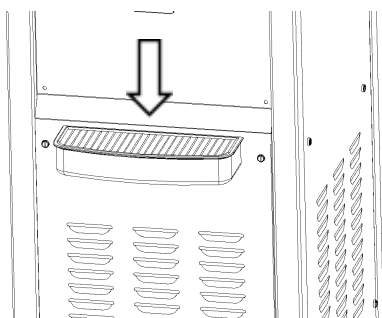

Figura 5-10
2. Instale la bandeja de goteo frontal (Figura 5-10).